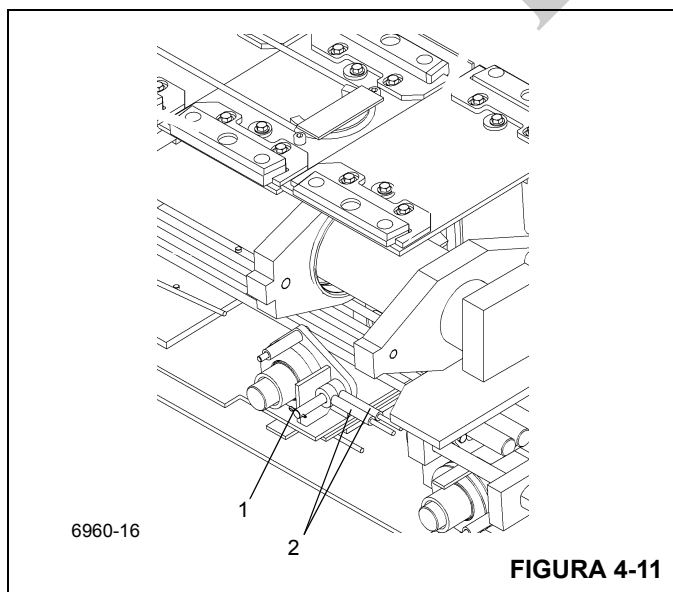

FIGURA 4-11
13. Retire los pasadores hendidos y pasadores (1) que fijan los cables de retracción (2) a la parte trasera de la sección central exterior (Figura 4-11).